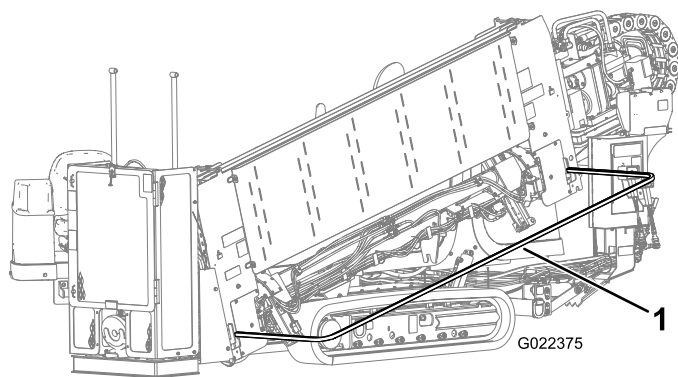

Рисунок 78
4. Опустите штангу для защиты пешеходов и закрепите ее на месте (**Рисунок 78**).